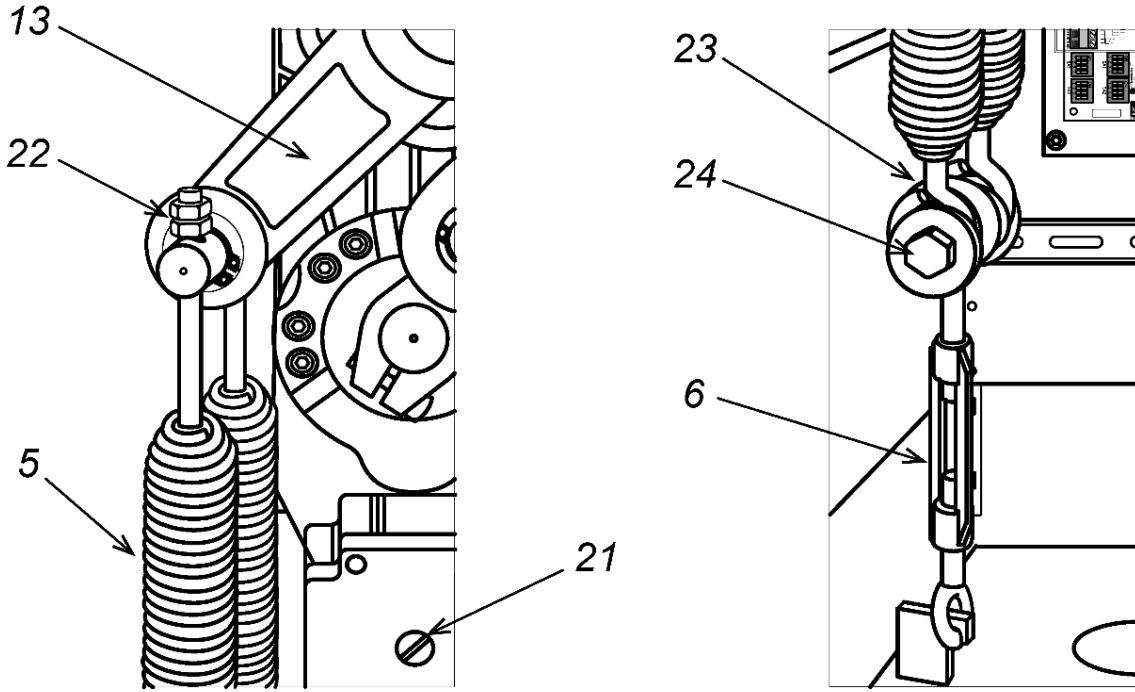

Рисунок 12. Установка балансировочных пружин
- Снимите дверцу (2), открыв замок ключом.
- На приводе стрелы переведите рычаг (13) в нижнее положение (см. рис. 12). Для этого шлицевой отвёрткой вращайте винт (ручку) разблокировки привода (21) против часовой стрелки, пока стрела не разблокируется из крайнего положения, затем вручную поднимите ее вертикально до упора. Для окончательной блокировки стрелы в крайнем верхнем положении вращайте винт (ручку) разблокировки привода (21) против часовой стрелки до упора.
- Выберите из комплекта поставки необходимые пружины (5) в соответствии с таблицей:
5. Также регулировать натяжение пружин можно при помощи гаек (22) на верхних шпильках пружин (см. рис. 12), при этом над гайками у обеих пружин должно быть примерно одинаковое количество витков резьбы, но не менее 3-5 витков.